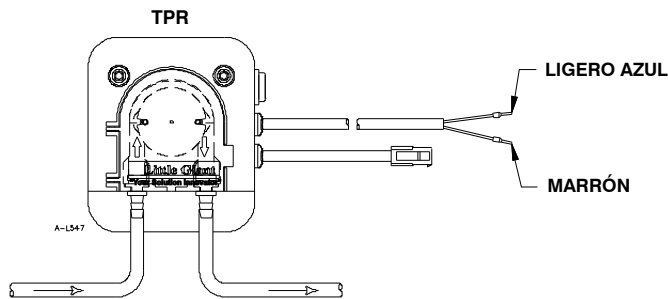

FIGURA 4
**Serie TPR** (tanque de control del depósito) - Conecte el cable marrón a la fase principal (línea) y el cable azul a la fase neutra (común) (vea la Figura 4). Asegúrese de que la energía esté apagada al conectar el depósito a la bomba. Conecte el cable del tanque del depósito a la bomba introduciendo el enchufe de 4 clavijas en el cable correspondiente en la bomba.